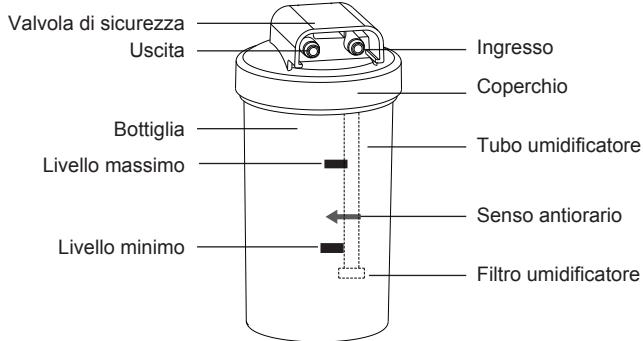

Figura 4: componenti dell'umidificatore
1. Svitare la bottiglia dall'umidificatore in senso orario. Riempire la bottiglia con acqua purificata (o acqua distillata) fino al livello compreso tra MASSIMO e MINIMO. Non riempire la bottiglia dell'umidificatore oltre il livello MASSIMO. (Figura 4)